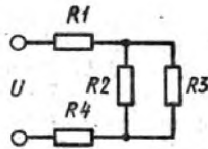

Рис. 4
4. На рис. 4 представлена схема электрической цепи с источником, имеющим $U = 50$ В, нагруженным на потребитель, состоящий из резисторов $R_1 = 80$ Ом, $R_2 = 300$ Ом, $R_3 = 700$ Ом, $R_4 = 110$ Ом.